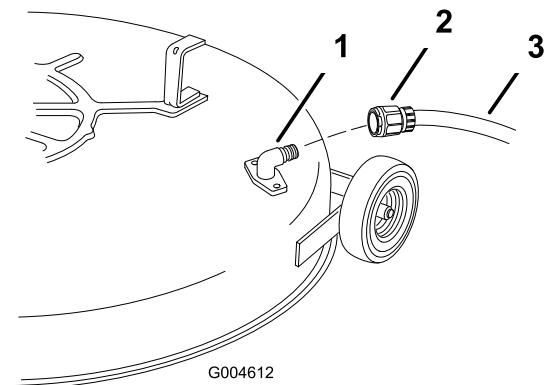

Figure 50
- Vissez le raccord de lavage à l'embout de lavage du carter de tondeuse, et ouvrez l'eau en grand (Figure 50).